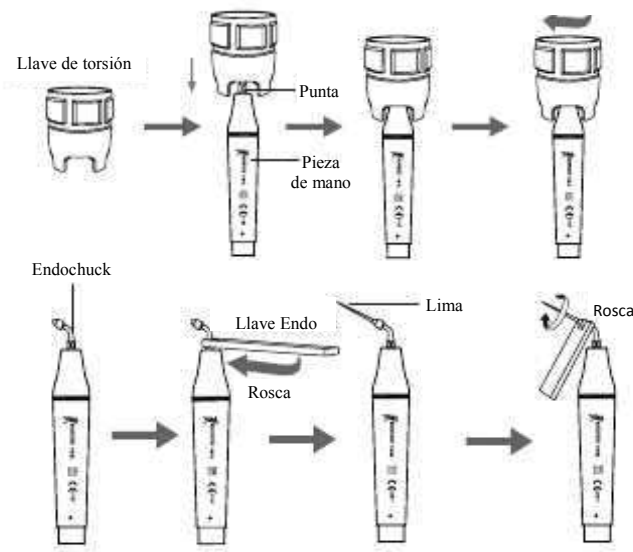

Figura 6
- Elija una punta adecuada de detartraje según sea necesario, atornillela firmemente a la pieza de mano con la llave de torsión (Vea la Figura 6).
2.1.3 Instrucciones de la llave de torsión (Vea la Figura 6)
- ☑ Introduzca la punta de detartraje en la llave de torsión, opere como se muestra en la Figura 6.
- ☑ Instalación de la punta: sujete la pieza de mano, gire la punta hacia la dirección mostrada en la Figura 6 con la llave de torsión. Dé una o más vueltas cuando pare la punta, entonces la punta estará instalada.
- a) Fije el endochuck a la pieza de mano con una llave endo (Vea la Figura 6).